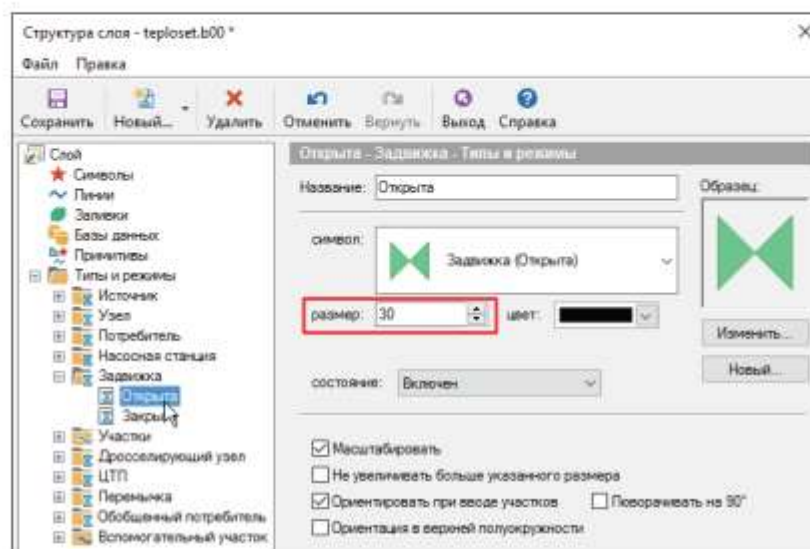

Рисунок 4.20. Изменение размера символа тепловой сети
1. В окне структура слоя () в дереве Типы и режимы щелчком левой кнопкой мыши выделить режим, для редактирования, например *Задвижка Открыта* (смотрите Рисунок 4.20. «Изменение размера символа тепловой сети»).